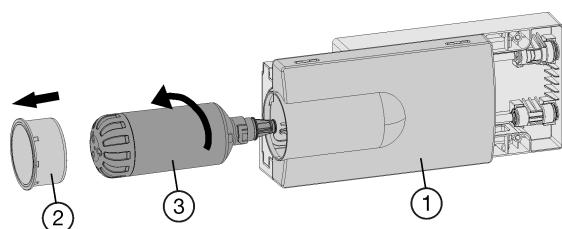

Fig. 49
- Dado el caso, extraiga el cajón Fig. 49 (1).
- Retire la tapa del filtro Fig. 49 (2).
- Gire el filtro de agua Fig. 49 (3) unos 100 ° hacia la izquierda y retírelo.